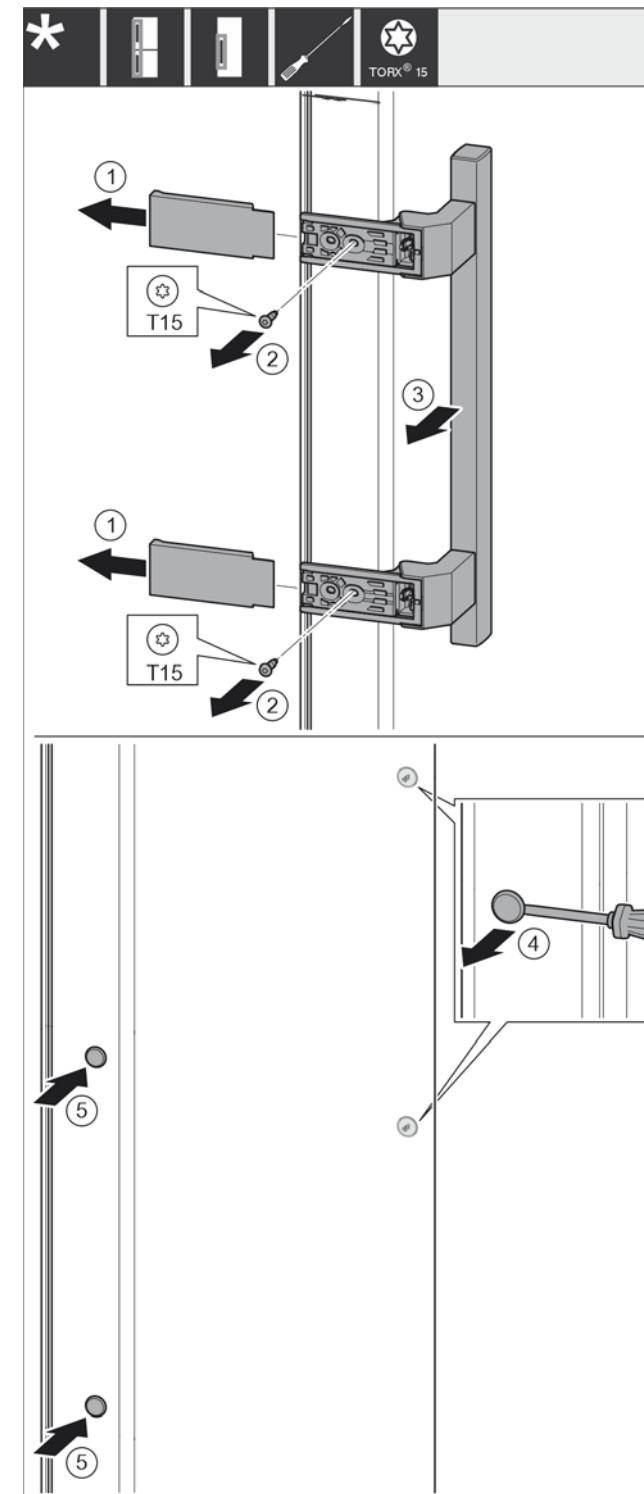

Fig. 10
- ▶ Снимите крышку. Fig. 10 (1)
- ▶ Выкрутите винты отверткой Торх 15. Fig. 10 (2)
- ▶ Снимите ручку. Fig. 10 (3)
- ▶ Осторожно поднимите шлицевой отверткой боковые заглушки и извлеките их. Fig. 10 (4)
- ▶ Снова вставьте заглушки с другой стороны. Fig. 10 (5)